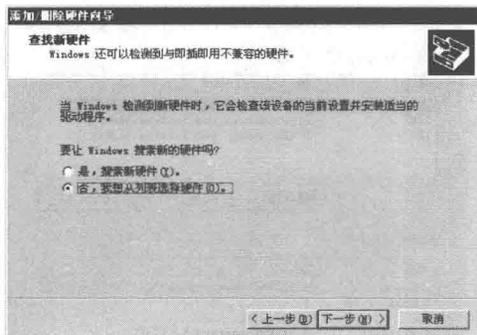

图 1.6 添加/删除硬件向导 4
(4) 选择【添加新设备】选项，单击【下一步】按钮，弹出如图 1.6 所示对话框，要求用户确定是否希望系统自己进行硬件设备的搜索安装或由用户自己进行安装。